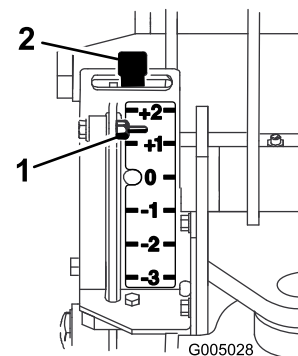
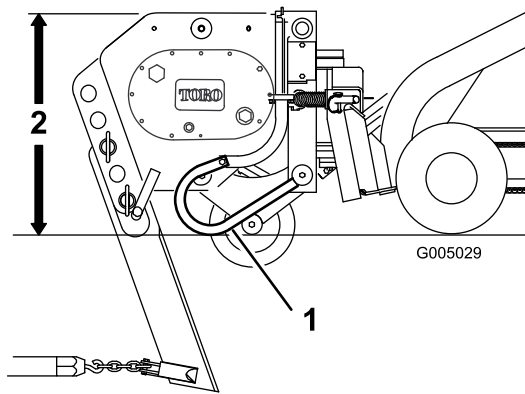

Figura 6
Figura 7
5. Gire totalmente hacia atrás la placa de montaje del accesorio hasta que la parte superior del arado esté paralela al suelo (Figura 7).
El indicador está situado en el lado izquierdo del arado, frente a la unidad de tracción. Un conjunto de varilla va desde el indicador al suelo (Figura 7). Al elevarse el arado, el indicador se desplaza hacia abajo. Unas señales del indicador indican la diferencia en pulgadas entre la profundidad de arado y la profundidad máxima (Figura 6). El indicador va de +2 a -3. El +2 en el indicador indica 5 cm de profundidad bajo la superficie y el -3 indica 7,6 cm sobre la superficie. El 0 indica que no se aplica inclinación a la profundidad de la cuchilla.